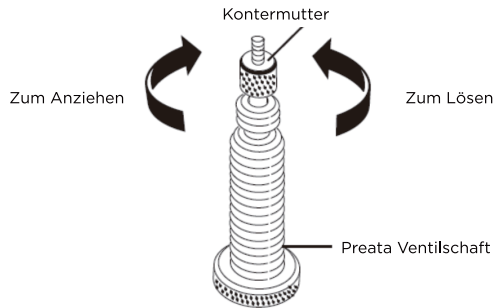

Abb. 8
1. Lösen Sie die Sicherungsmutter des Presta-Ventils (Abb. 8).
4. Entfernen Sie nach dem Aufpumpen die Luftspannvorrichtung und ziehen Sie die Sicherungsmutter fest (Abb. 8).